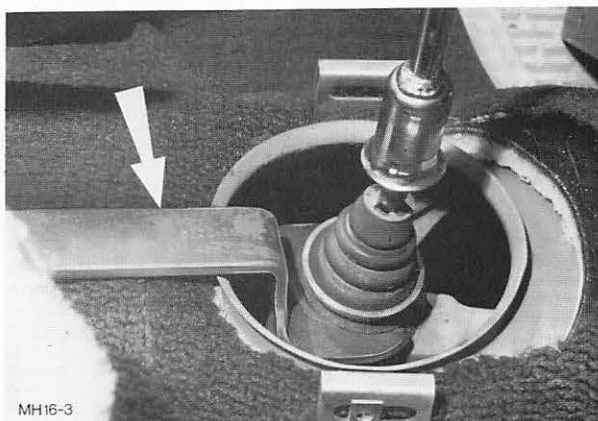

Abb. 7 Kugelkappe – Schalthebel mit Werkzeug G2-7220 lösen
3. Schalthebel vom Getriebe ausbauen. Manschette abnehmen, Kabel vom Schalter – Rückfahrscheinwerfer trennen und Rückzuggummi – Schalthebel vom Schalter – Rückfahrscheinwerfer aushängen. Kugelkappe entsichern und anschließend mit Werkzeug G2-7220 abschrauben. Abb. 7. Schalt-